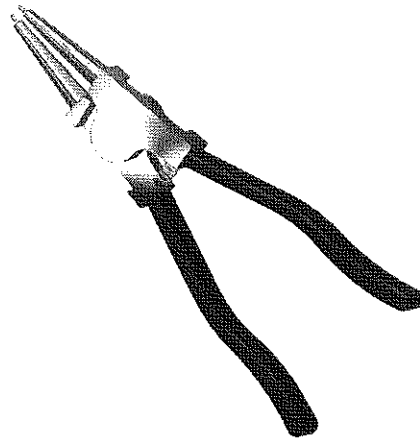

Figura 25
5. Alicates de anel de retenção de ponta reta de 5 mm 177248, 1 unidade; consulte a Figura 25.